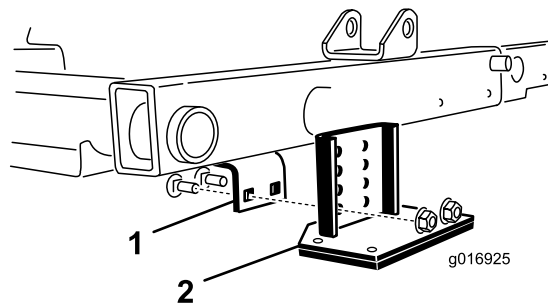

図 40
2. 中央のカッティングユニットの上にあるフレームブラケットを探し出す図 40。
3. チップパーブラケット装着後もローラの接触状態が変わらないようにするには、チップパーブラケットのどの穴を使ってフレームブラケットに取り付けられよいかを、中央カッティングユニットの前ローラを押し下げて調べる図 40。
4. カuttingユニットを下降させ、キットに付属しているキャリッジボルト2本とナットを使って、チッパーストラケットをフレームに取り付ける 図 40。